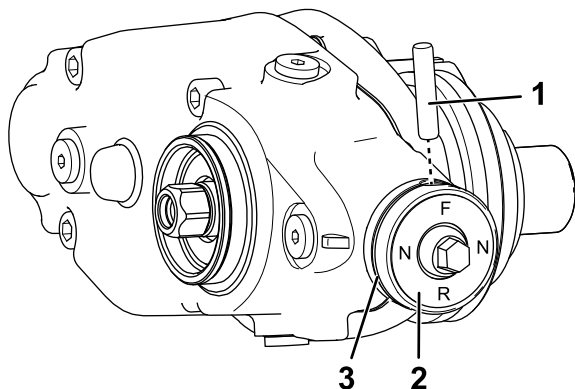

**Figure 16**
1. Appliquez du frein-filet moyenne résistance (tel que Loctite 609® vert) sur la rainure du circlip et la surface du diamètre extérieur (Figure 16).
2. Montez le capuchon comme montré à la Figure 16.